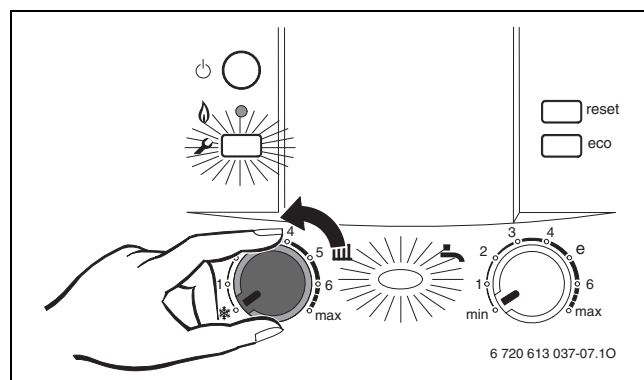

Fig. 48
- Tourner le sélecteur de température de départ chauffage  en position min. ❄️ (→ fig. 48).